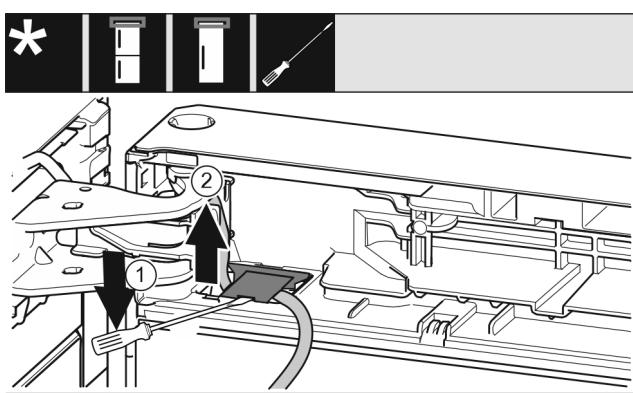

Fig. 11
- Plochým skrutkovačom nadvihnite kryt a vytiahnite ho. Fig. 11 (1)
- Vytiahnite kábel. Fig. 11 (2)